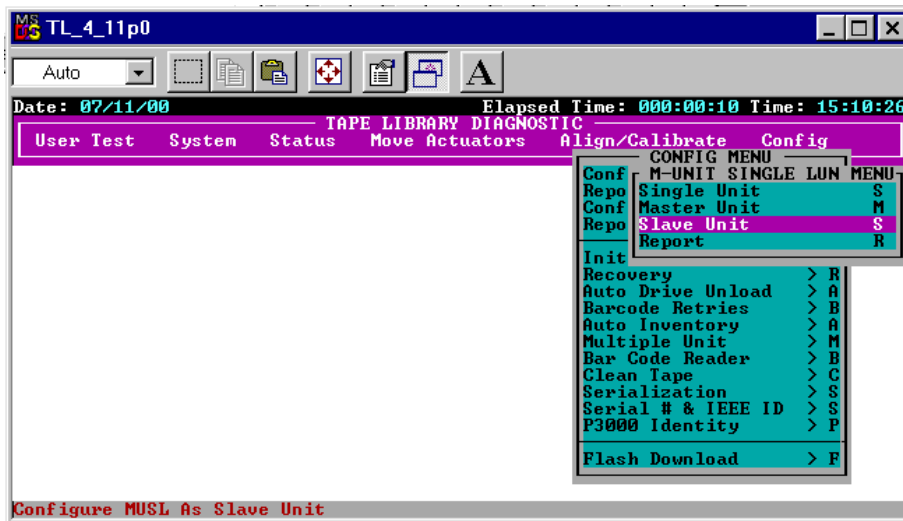

Figura 3-13. Sub-menú Multi-Unit Configuration (Configuración Multiunidades)
3. En el submenú Multi-Unit (Multiunidades), seleccione Master Unit (Unidad Principal) o Slave Unit (Unidad Secundaria) para la configuración de la biblioteca (consulte la Figura 3-13). La biblioteca conectada al host es la biblioteca principal. Cualquier biblioteca del sistema de bibliotecas multiunidades puede ser una biblioteca principal. El resto de las bibliotecas son secundarias.